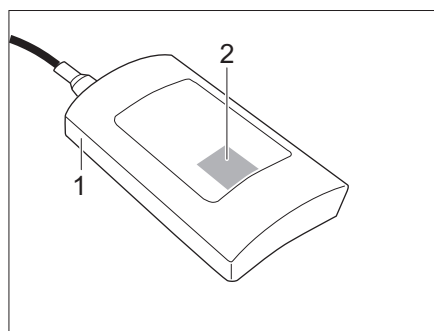

Fig. 101 Scatola di comando
- Scansionare il codice QR (Fig. 101,2) sulla scatola di comando (Fig. 101,1).
- ▷ La scatola di comando (Fig. 101,1) si trova in una posizione accessibile nella zona anteriore del veicolo.